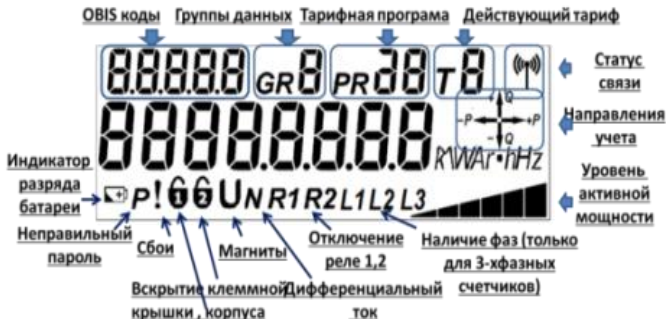

Рисунок 3.2 - Информация, выводимая на дисплей счетчика.
4.3.4 При подаче на счётчик напряжения сети должны включиться все сегменты дисплея (см. рис. 3.2) и на дисплее должна начать отражаться информация в циклическом режиме индикации.